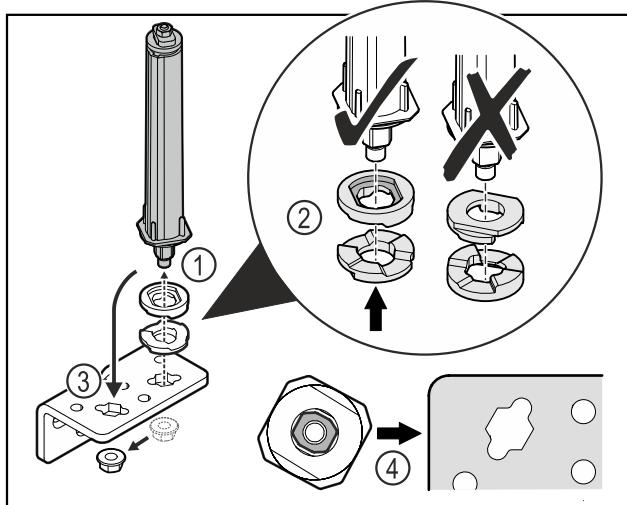

Fig. 40
- Отпустите гайку и демонтируйте систему закрытия двери Fig. 40 (1).
- Учитывайте правильность выравнивания шайб для регулировки высоты Fig. 40 (2).
- Переставьте систему закрытия двери в шарнирном уголке и зафиксируйте гайкой Fig. 40 (3).
- При установке учитывайте правильность выравнивания системы закрытия двери Fig. 40 (4).